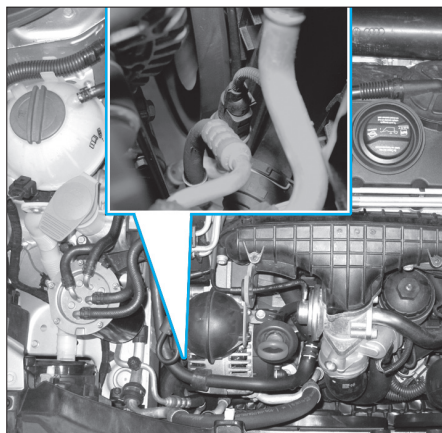

Fig. 23
- Débrancher le connecteur (1) du pressostat (Fig.23).
- Desserrer le pressostat (2) de la conduite de climatisation.